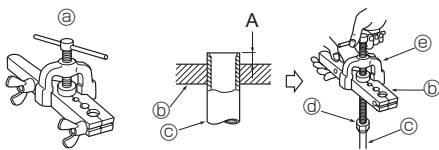

Fig. 5-6
5.2.4. Proširivanje (Fig. 5-6)